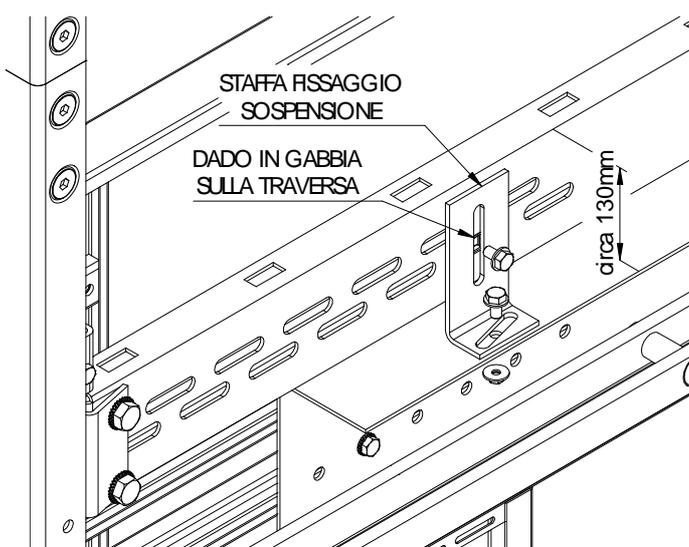

Fig. 18.9
- ✓ Secondo il tipo di sospensione, se necessario, vengono fornite delle staffe di fissaggio su traversa registrabile. In questo caso ricordarsi di inserire i dadi in gabbia sulle asole della traversa.(Fig. 18.9).